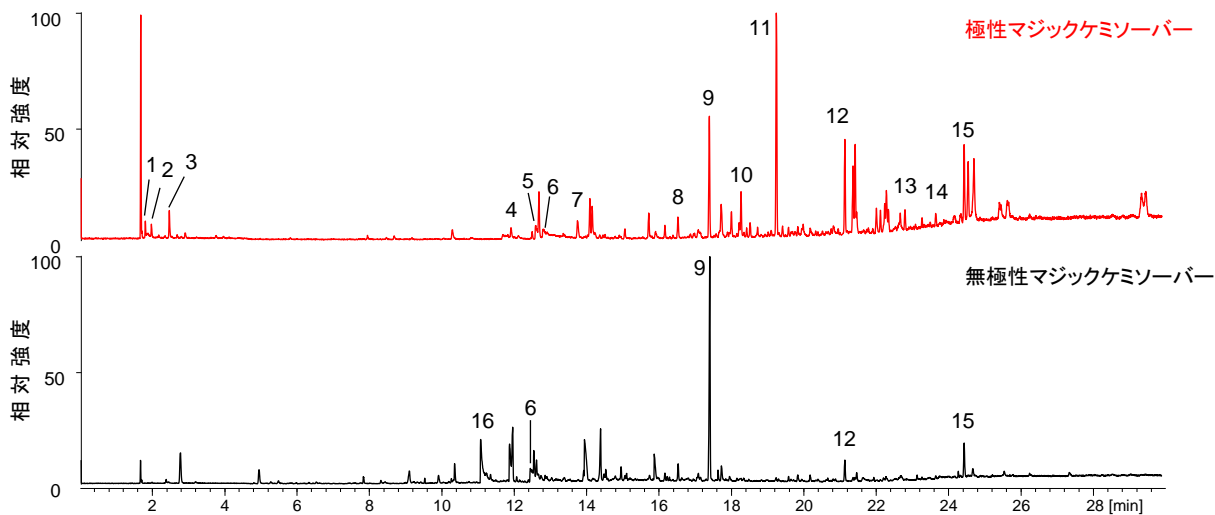

Fig. 1 極性および無極性マジックケミソーパーにより抽出した新車室内空気成分のクロマトグラム
**[結果]** 極性および無極性マジックケミソーパーにより抽出した新車室内空気成分のクロマトグラムをFig. 1 に示す。また各ピークの定性結果をTable 1に示す。PhenolやBHT酸化物のBHT-OHをはじめとする新車室内空気中の極性化合物のピークが観測された。以上により、極性マジックケミソーパーによる固相抽出とパイロライザーによる熱脱着GC/MSによって、新車室内空気に含まれる極性有機化合物の簡便かつ迅速な分析が可能であった。